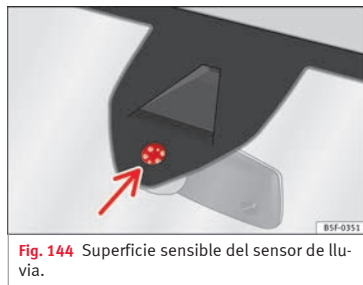

Fig. 144 Superficie sensible del sensor de lluvia.
Las posibles causas de anomalías e interpretaciones erróneas en la zona de la superficie sensible **»** fig. 144 del sensor de lluvia son, entre otras:
- Limpie regularmente la superficie sensible del sensor de lluvia y compruebe posibles daños en las escobillas **»** fig. 144 (flecha).